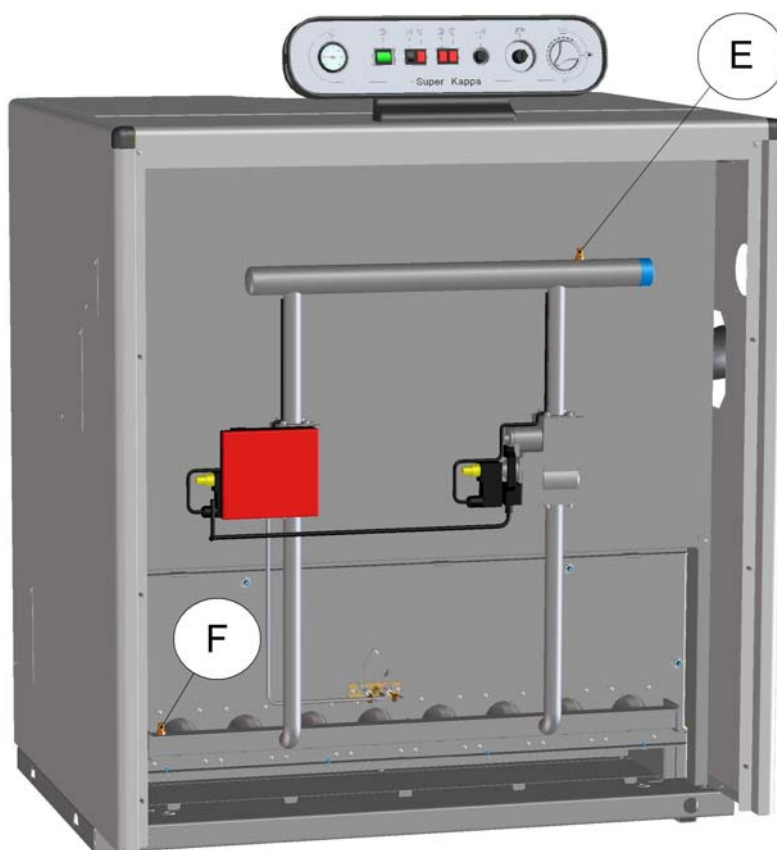
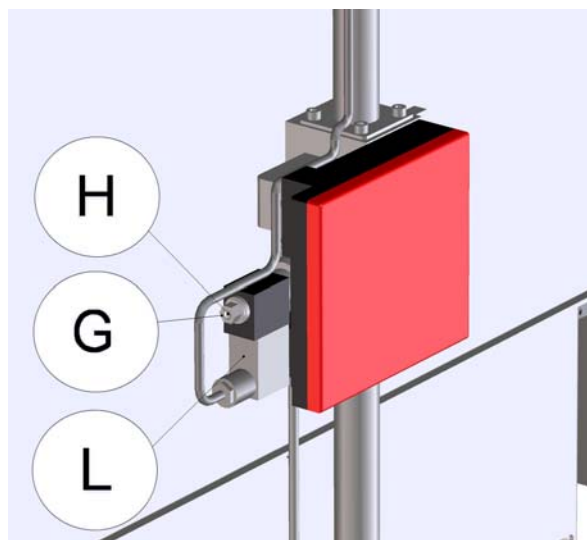

fig. 8.2
Fig. 8.3
- 2 A caldaia spenta (fuori servizio), controllare con un manometro la pressione di alimentazione utilizzando la presa pressione ingresso valvola gas (E in fig. 8.2) e confrontare il valore letto con quelli riportati nella tabella **Pressioni di alimentazione gas** al capitolo 4.3.
- 3 **Richiudere bene la presa di pressione (E)**
- 4 Posizionare la regolazione di temperatura riscaldamento (TR) al massimo. Accendere la caldaia premendo il pulsante acceso/spento (IG), l'eventuale termostato ambiente deve essere su «richiesta calore». Controllare la massima portata di gas al contatore secondo la tab. 8.2; per controllare il valore di pressione utilizzare la presa di pressione sul bruciatore (F in fig. 8.2) e confrontare quest'ultimo valore con quelli riportati in tab. 8.1.
- 5 Per regolare la pressione del gas a valle della valvola per il funzionamento in alta fiamma togliete il cappuccio di protezione del regolatore di pressione ed agite con una chiave apposita sul dado esterno (G in fig. 8.3).
- 6 Spegner la caldaia premendo il pulsante acceso/spento (IG)
- 7 Scollegare il cavo di alimentazione alla bobina (L in fig. 8.3).
- 8 Accendere la caldaia premendo il pulsante acceso/spento (IG)
- 10 Per regolare la pressione del gas a valle della valvola per il funzionamento in bassa fiamma agite con un cacciavite apposito sulla vite H(fig. 8.3)
- 11 Spegner la caldaia premendo il pulsante acceso/spento (IG)
- 12 Collegare il cavo di alimentazione alla bobina (L in fig. 8.3).
- 13 Accendere la caldaia premendo il pulsante acceso/spento (IG)
- 15 Richiudere bene la presa di pressione sul bruciatore (F in fig. 8.2).